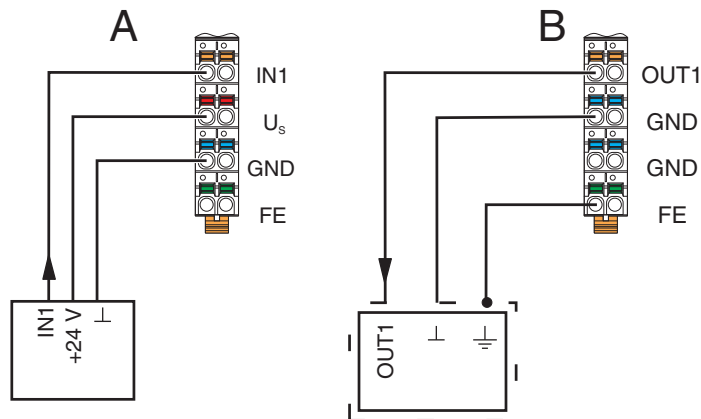

Abb. 7-17 3-Leiter-Anschluss bei digitalen Modulen
**Sensor** Abb. 7-17, Abb. A zeigt den Anschluss eines 3-Leiter-Sensors.
**Aktor** Abb. 7-17, Abb. B zeigt den Anschluss eines geschirmten Aktors.